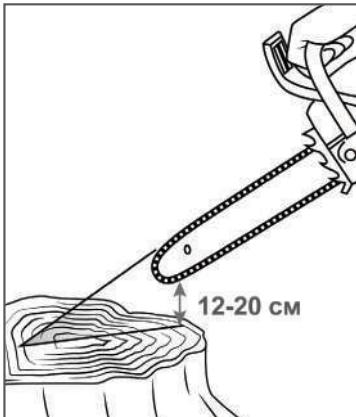

Рис. 12 Проверка подачи масла
2. Нажмите на рычаг газа и дайте двигателю поработать примерно 10-15 секунд на средних оборотах. Под шиной должен оставаться четкий след от масла (Рис. 12).